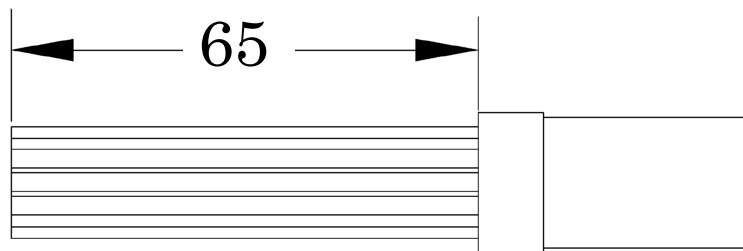

Fig. 2
2) ケーブルジャケットを Fig.2 に示す標準的な寸法を参考に、被覆剥きする。 2) Strip the cable jacket in accordance with Fig. 2.